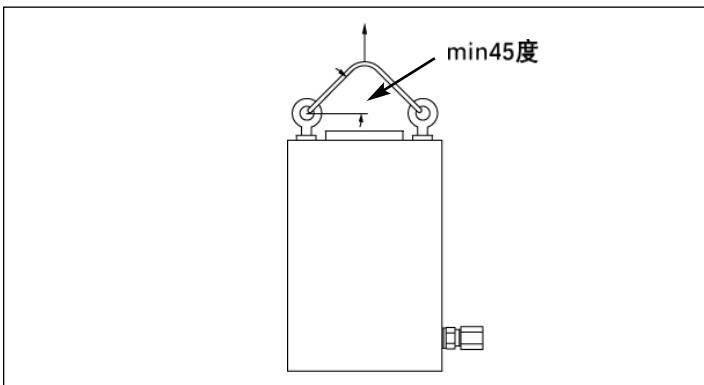

图2 - 提升
**警告:** 始终使用全部吊环螺栓提起油缸。错误使用吊环螺栓可能产生意外油缸坠落。提升索必须在45度角或与水平线更大的角度提升。见图2。